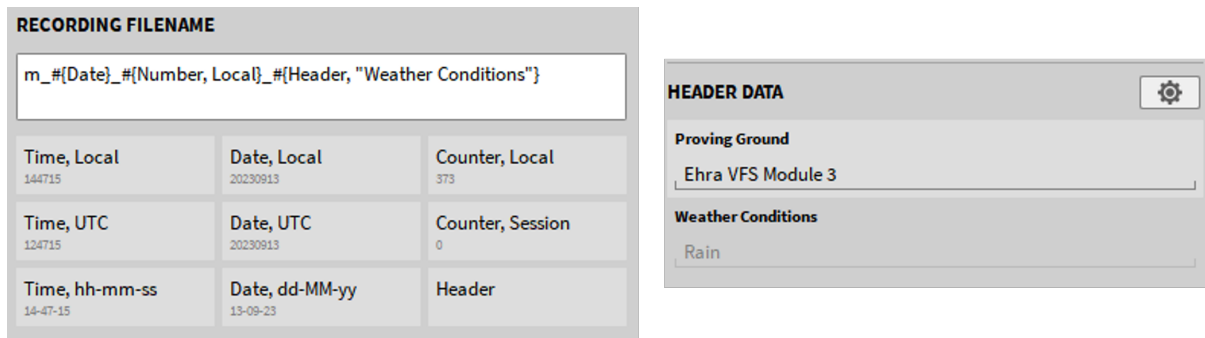

Abb. 6.2: Dateiname mit Header in der Formel
**Bemerkung:** Der Headername muss manuell in die Formel eingegeben werden und kann während einer Aufzeichnung nicht editiert werden, siehe Abb. 6.2.